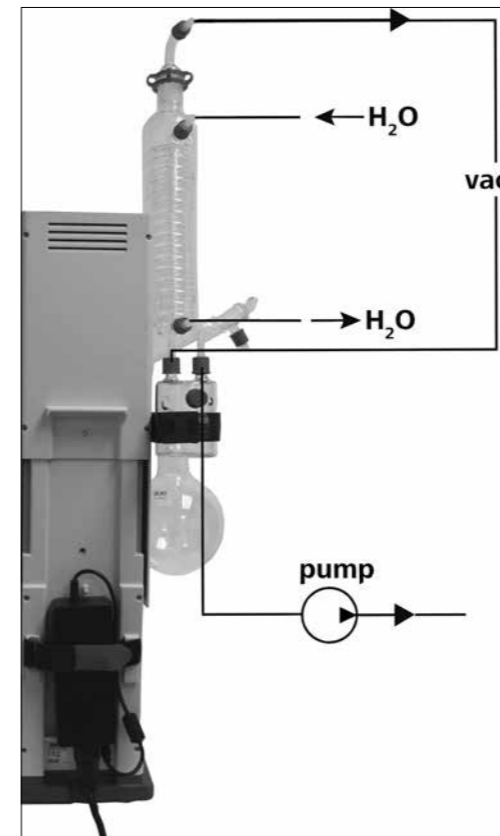

Fig. 20
- Schließen Sie die Wasserschläuche (**H₂O**) nach dem Gegenstromprinzip am Kühler an. (Fig. 20)